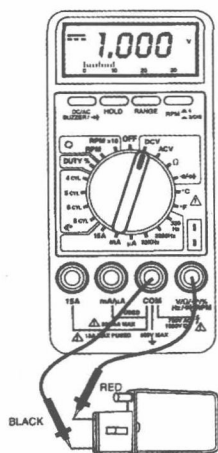

图 1-1-10 测量直流电压
(2) 根据图 1-1-10 所示,简述使用数字式万用表测量直流电压挡的操作步骤。